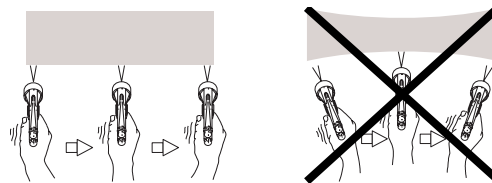

FIG. 4
- Tenir le pistolet perpendiculairement à la surface et à une distance constante d'env. 6-8 pouces (150-200 mm). Conserver le pistolet à angle droit pendant l'application. FIG. 4.